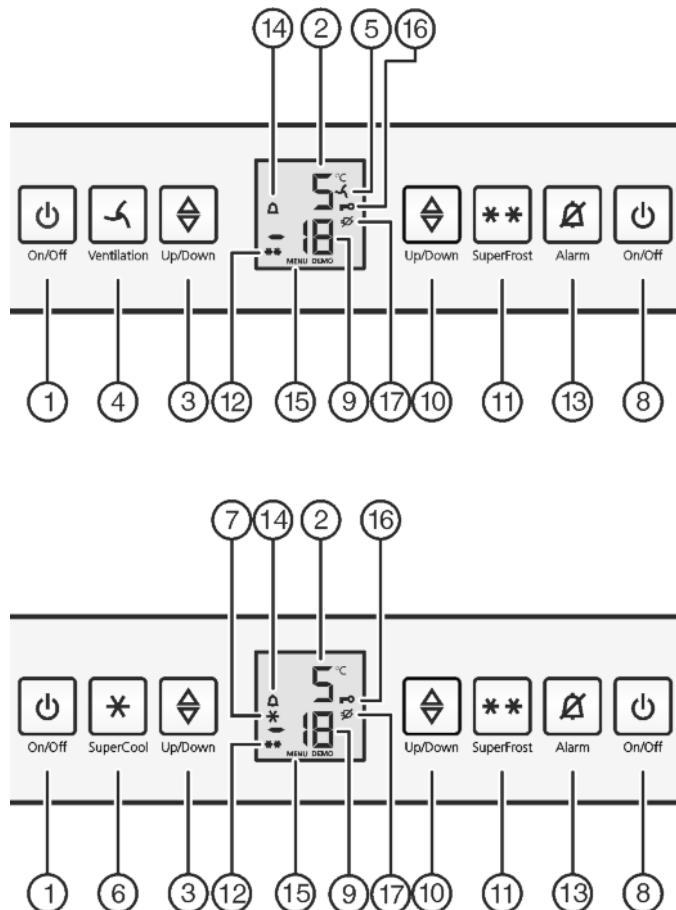

Fig. 2
- Apăsați tasta On/Off a congelatorului Fig. 2 (8).
- Apăsați tasta On/Off a frigidierului Fig. 2 (1).
- Activarea modului de reglare: Apăsați tasta SuperFrost Fig. 2 (11) timp de cca. 5 secunde.
- Pe afișaj apare simbolul Meniu Fig. 2 (15).
- Confirmăți printr-o scurtă apăsare a tastei SuperFrost Fig. 2 (11).
- Simbolul protecției pentru copii Fig. 2 (16) se aprinde pe afișaj.
- Apăsați scurt tasta On/Off a congelatorului Fig. 2 (8).
- Confirmați printr-o scurtă apăsare a tastei SuperFrost Fig. 2 (11).
- Simbolul protecției pentru copii Fig. 2 (16) se stinge.
Totodată clipesc și indicatorul de temperatură și simbolul Alarm Fig. 2 (14).
Avertizorul acustic este dezactivat automat, simbolul Alarm Fig. 2 (14) se stinge și indicatorul de temperatură încețează să mai clipească, atunci când temperatura revine la o valoare suficient de scăzută.
- Apăsați tasta Alarm Fig. 2 (13).